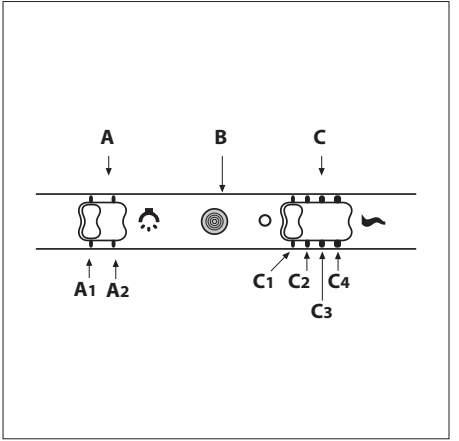

Fig.9
• **Comandi: (Fig.9) slider** la simbologia è di seguito riportata: